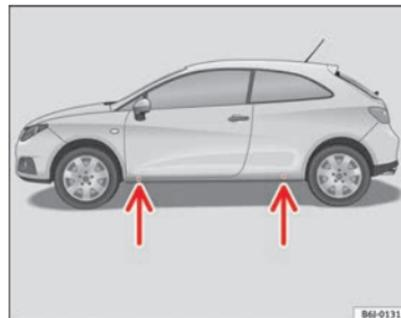

Fig. 139 Points d'appui du cric
- Cherchez sur le bas de caisse le point d'appui le plus proche de la roue à changer ⇒ fig. 139.
Des empreintes sur le bas de caisse à l'avant et à l'arrière du véhicule indiquent les points d'appui du cric ⇒ fig. 139. Un emplacement a été prévu pour chaque roue. Le cric ne doit pas être positionné à d'autres endroits.